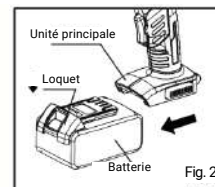

Fig. 2
(1) Chargement de la batterie
- Retirez la batterie de l'unité principale en appuyant sur le loquet de la batterie. (Fig. 2)